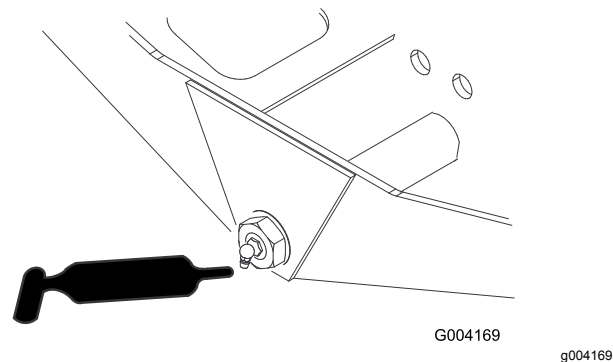

Figure 50
- Pivot de direction d'essieu (1) (Figure 50)